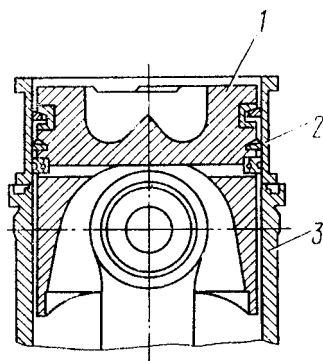

Рис. 87. Установка поршня с шатуном и кольцами в сборе в гильзу цилиндра: 1 - поршень; 2 - обойма И801.00.01; 3 - гильза цилиндра
- при установке поршня в цилиндр предвари- тельно вставьте его в обойму И801.00.000 (рис. 87);